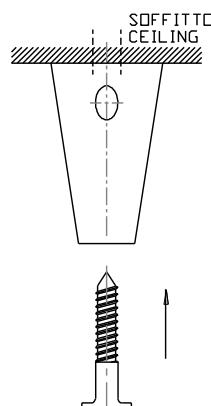

Figura 4 - Figure 4
- Fissare con delle viti M5 (non in dotazione) i componenti B1 (figura 2) ai tasselli, come illustrato in figura 4.